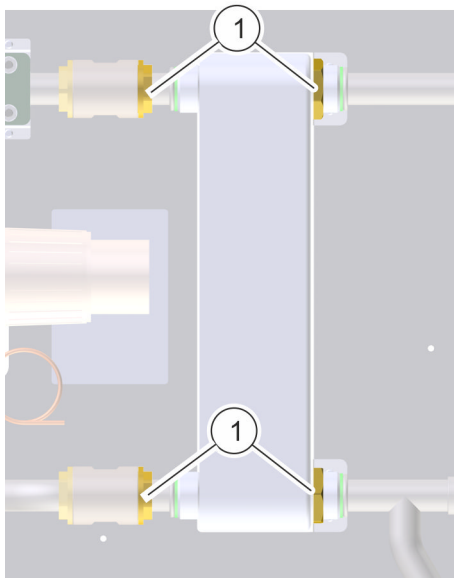

Abb. 87: Verschraubungen Wärmetauscher lösen
4. → Um den Wärmetauscher zu lösen, mit einem Rollgabelschlüssel 4 Verschraubungen (Abb. 87/1) lösen.
7. → Um den neuen Wärmetauscher festzuschrauben, 4 Verschraubungen (Abb. 87/1) anziehen.